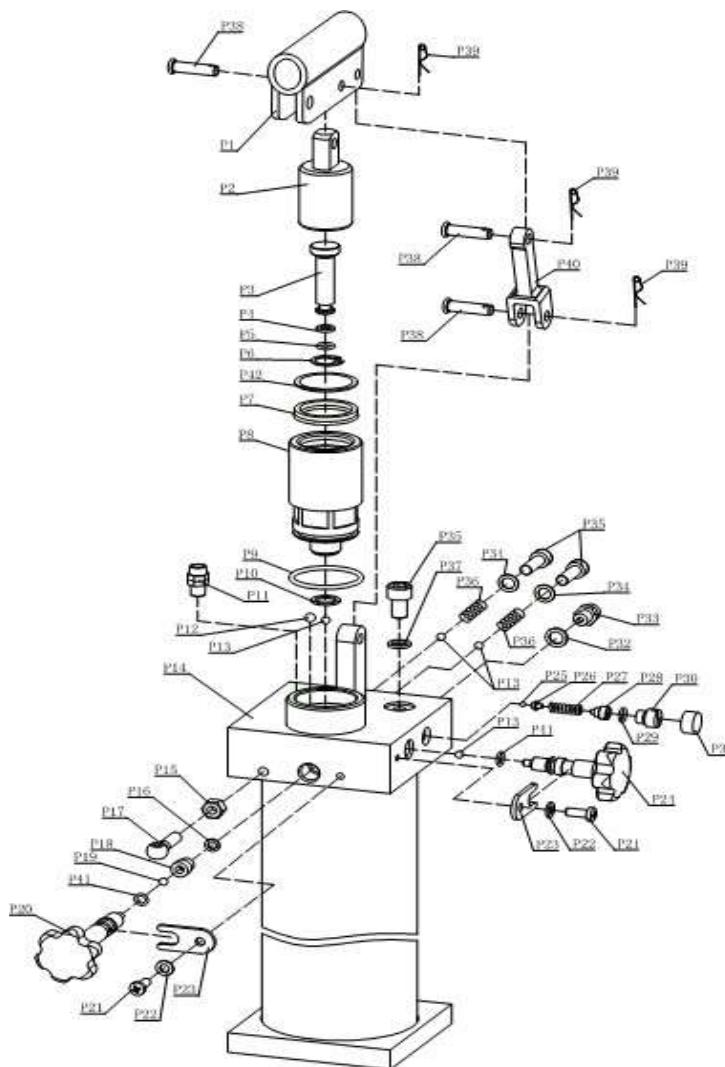

Рис. 2
1. **ВНИМАНИЕ** Перед первым использованием продукта необходимо прокачать гидравлическую систему. Для этого открыть длинный и короткий клапаны опускания (P25 и P31, рис. 2), повернув их против часовой стрелки. Сделать несколько полных рабочих ходов насоса для удаления воздуха из системы.